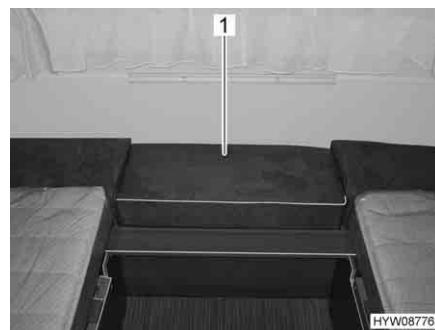

Fig. 43 Trasformazione in dinette (3)
- Inserire il primo cuscino aggiuntivo (Fig. 43,1).